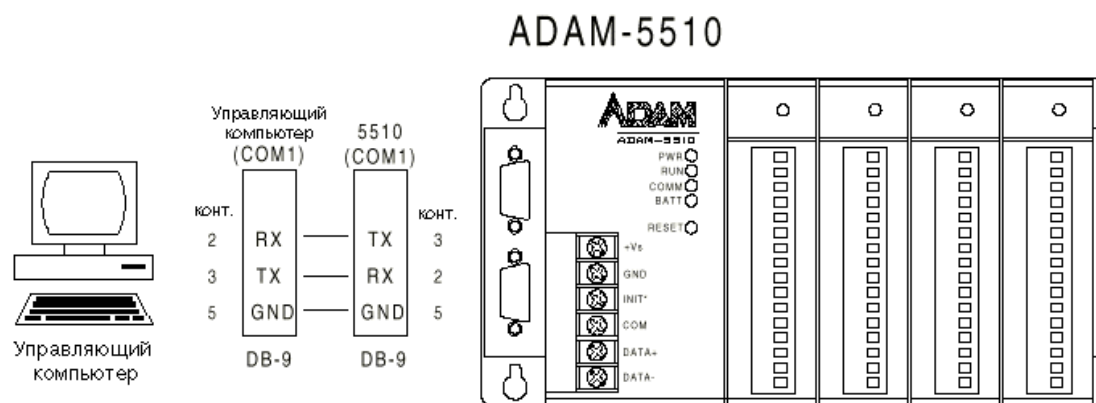

Рис. 6-6. Схема подключения для удаленной отладки
1. Перед началом выполнения действий по процедуре установки соедините между собой кабелем порт COM1 управляющего компьютера и порт COM1 ADAM-5510 в соответствии со схемой, приведенной на рис. 6-6.